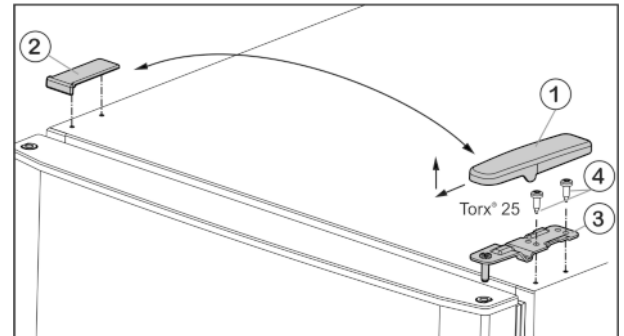

Fig. 6
- ▶ Rimuovere la copertura Fig. 6 (1) tirandola in avanti e in alto.
- ▶ Sollevare la copertura Fig. 6 (2).
- ▶ Svitare il cuscinetto di supporto superiore Fig. 6 (3) (2 giri con chiave Torx® 25) Fig. 6 (4) e sfilarlo verso l'alto.
- ▶ Inserire il cuscinetto di supporto superiore Fig. 6 (3) nella porta, sul lato della nuova cerniera.
- ▶ Avvitare il cuscinetto di supporto superiore **saldamente (con una coppia di 4 Nm)** (2 giri con chiave Torx® 25) Fig. 6 (4). Eventualmente utilizzare un avvitatore a batteria.
- ▶ Applicare e innestare dall'esterno la copertura Fig. 6 (1) sul lato opposto.
- ▶ Applicare e innestare dall'alto la copertura Fig. 6 (2) sul lato opposto.